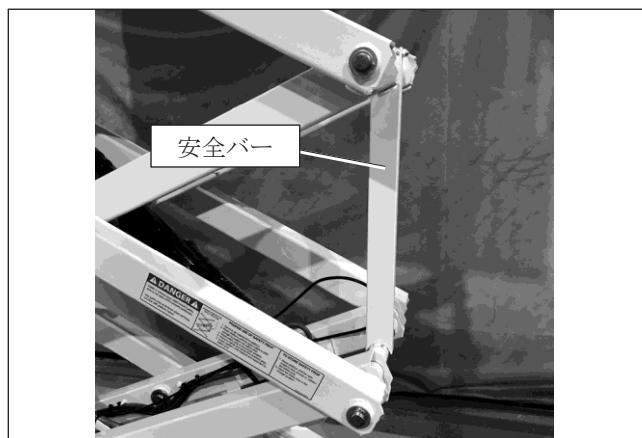

図8.3 - 安全バー（支持位置）
3. 安全バーを格納位置から支持位置まで下方へ回転させます（図8.3を参照）。